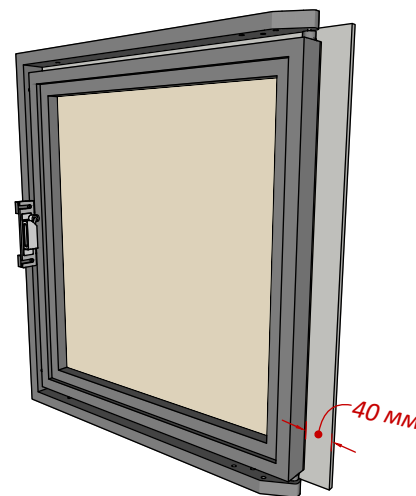
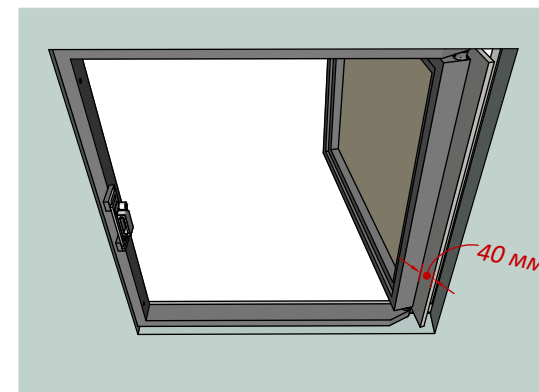
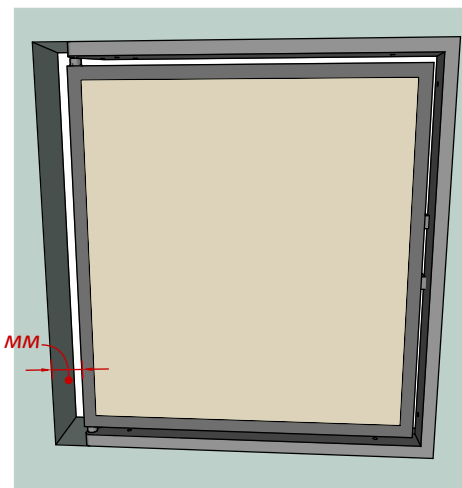

Рис. 2
Рис. 3
Рис. 4
Плитка на створке люка со стороны петель должна выступать на 40 мм (Рис. 2) и при открывании люка эти 40 мм будут входить в проём (Рис.3) на 70 мм от лицевой плоскости люка без клея и плитки. Сам проём расширяем со стороны петель на 50 мм (Рис.4). Эти 50 мм покроят:
- плитка на створке люка выступающая на 40 мм (Рис.4)